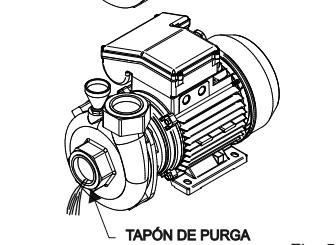

Fig. 5
- Nuestras bombas no necesitan de ningún mantenimiento específico o programado. Se recomienda sin embargo vaciar el cuerpo bomba durante los períodos de bajas temperaturas o en caso de inactividad prolongada a través del tapón de purga (Fig. 5). Si la inactividad persistiera, debe limpiarse la bomba y guardarse en lugar seco y ventilado.